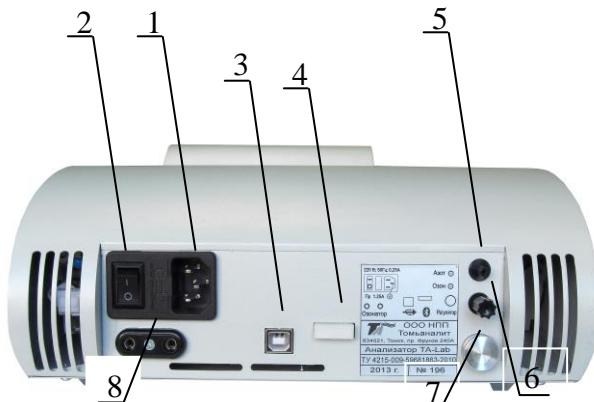

Рисунок 2 - Анализатор ТА-Lab (вид сзади)
На задней панели анализатора (рисунок 2) расположены разъем 1 для подключения сетевого шнура питания, сетевой выключатель 2, разъем 3 для подключения компьютера через USB-порт, модуль Bluetooth 4, штуцер подачи азота 5, штуцер подачи озона 6 с защитным колпачком, ручка регулятора подачи газа 7, разъем 8 для подключения питания озонатора. Пломба от несанкционированного доступа расположена на стыке задней панели и днища анализатора.
2.2.1.1 Сетевой выключатель 1 расположен на задней панели анализатора (рисунок 2). При включении анализатора загорается подсветка ячеек и поднимается кронштейн для установки электродов.
2.2.1.3 Подача газа в ячейки регулируется при помощи регулятора подачи газа 4, расположенного на задней панели анализатора (рисунок 2).
2.2.2.1 При первом включении анализатора сетевой шнур питания подключить к анализатору путем ввода сетевой кабельной розетки сетевого шнура питания в приборную вилку 2 (рисунок 2).
2.2.2.4 Для подключения компьютера кабель соединительный подключить к анализатору через разъем 3 (рисунок 2) и к ПК через USB-порт.
2.3.7 При использовании методик, требующих применения озона, необходимо снять колпачок со штуцера «Озон» 5 (рисунок 2), расположенного на задней панели анализатора, и надеть на него трубку озонатора. Сетевую вилку озонатора воткнуть в разъём для подключения питания озонатора 7 (рисунок 2), расположенный на задней панели анализатора.
2.3.8 При использовании методик, требующих применения инертного газа, необходимо подключить к штуцеру «Газ» 6 (рисунок 2), расположенному на задней панели анализатора, источник инертного газа с избыточным давлением (10...20) кПа. С помощью регулятора 4 (рисунок 2) в начале процесса измерений необходимо установить расход газа, не допускающий выплескивание раствора из ячеек.